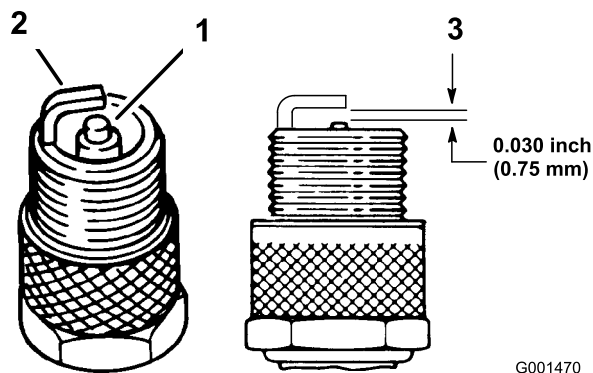

Bild 45
- Prüfen Sie den Zustand der Seitenelektrode, der zentralen Elektrode und der Isolierung um die zentrale Elektrode, um sicherzustellen, dass nirgendwo Defekte aufgetreten sind (Bild 45).
- Stellen Sie den Abstand zwischen der mittleren und seitlichen Elektrode auf 0,762 mm ein (Bild 45).